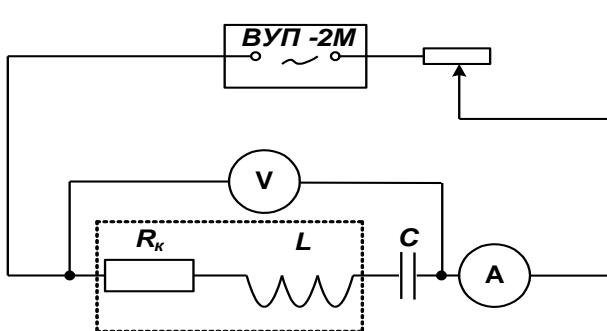

Рис. 8.1.
Установка для измерений собирается студентом самостоятельно в нескольких вариантах, один из которых представлен на рис. 8.1.
*Выпишите формулу для расчета теоретического значения импеданса  $Z$  цепи по результатам измерений  $R$ ,  $X_L$  и  $X_C$ , где  $R$  – сумма активного сопротивления катушки  $R_K$  и сопротивления «рабочей» части реостата  $R_P$  (см. рис. 8.1).*